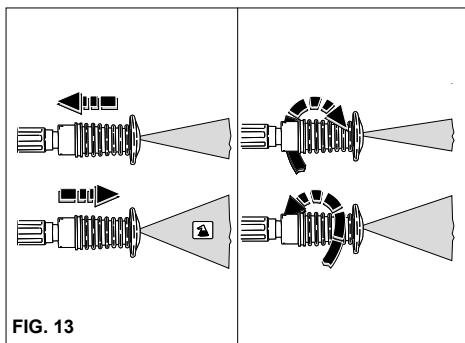

FIG. 13
GEBRUIK VAN DE REGELBARE SPROEIKOP MULTIREG (fig. 13)
- Wanneer de hogedruk-waterspuit niet wordt gebruikt, de beveiliging van de handgreep sluiten. (fig. 13)
- 2) De warmwater schoonmaakmachine inzetten, bedien het aanzuigcommando van het reinigingsmiddel op de lans en besprengel het te reinigen oppervlak van beneden naar boven, enkele minuten laten inwerken (fig. 13).